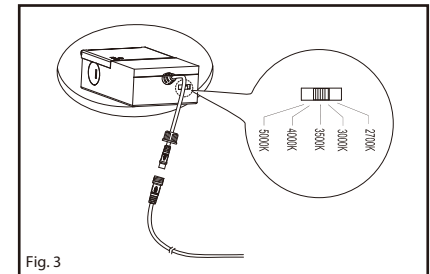

Fig. 3
6. Connect junction box to recessed LED panel with the quick lock connector. (Fig. 3)
7. Move the slide switch to your appropriate light color (2700K /3000K /3500K /4000K /5000K). Place junction box into the ceiling through cut-out. (Fig. 3)
6. Connectez la boîte de jonction au panneau LED encastré avec le connecteur à verrouillage rapide. (Fig. 3)
7. Déplacez le commutateur pour choisir la couleur de lumière appropriée (2700K /3000K /3500K /4000K /5000K). Placez la boîte de jonction dans le plafond à travers la découpe. (Fig. 3)